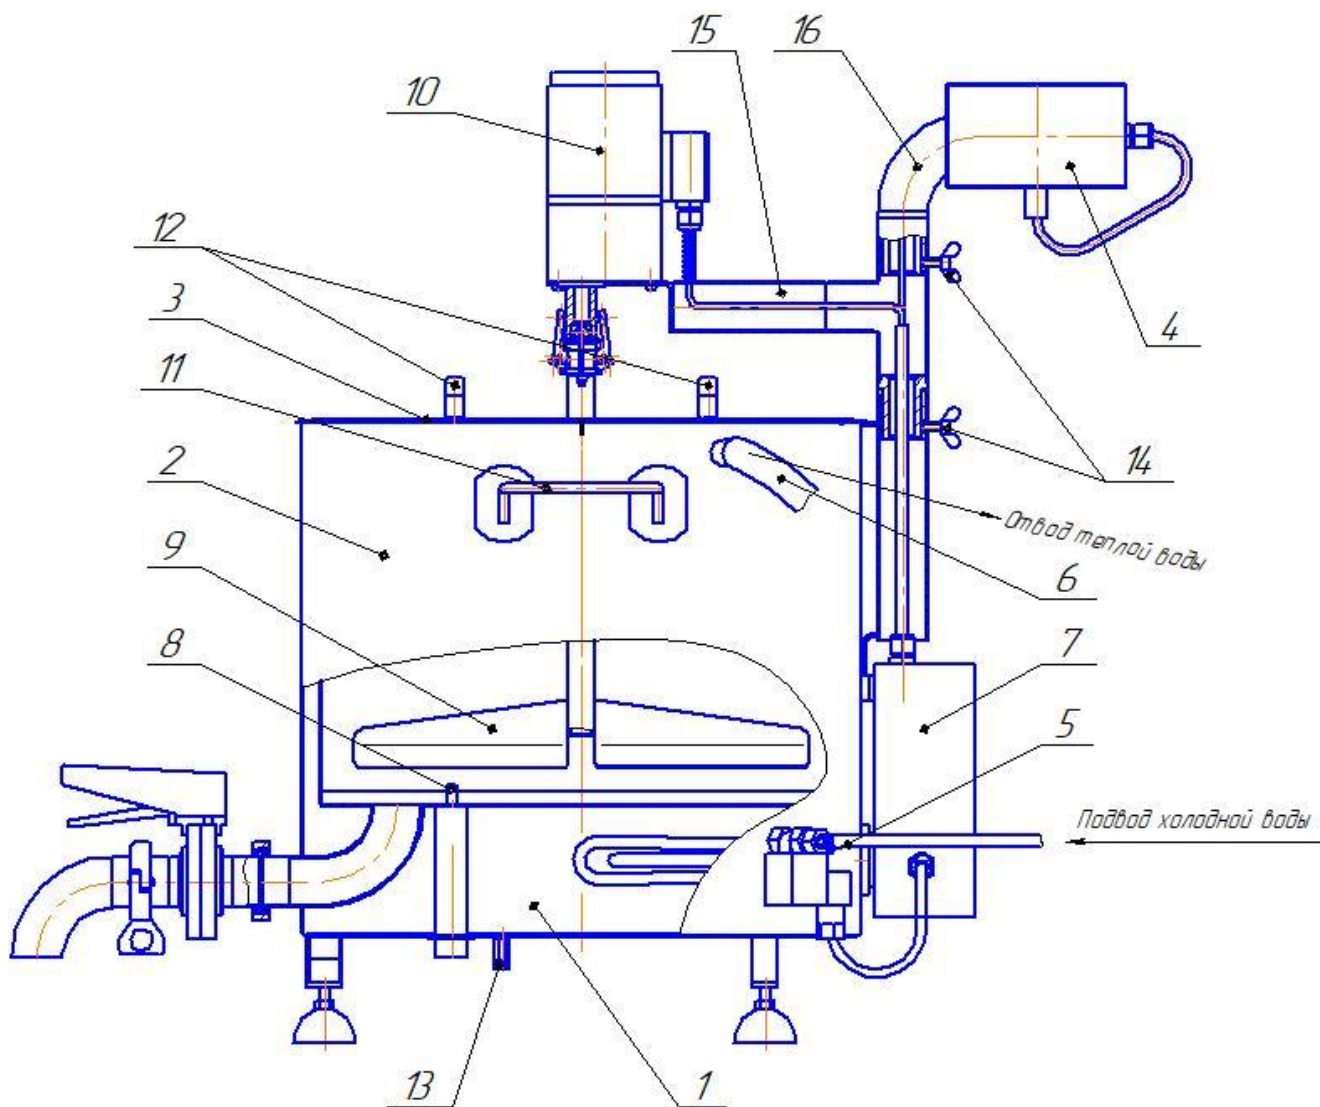
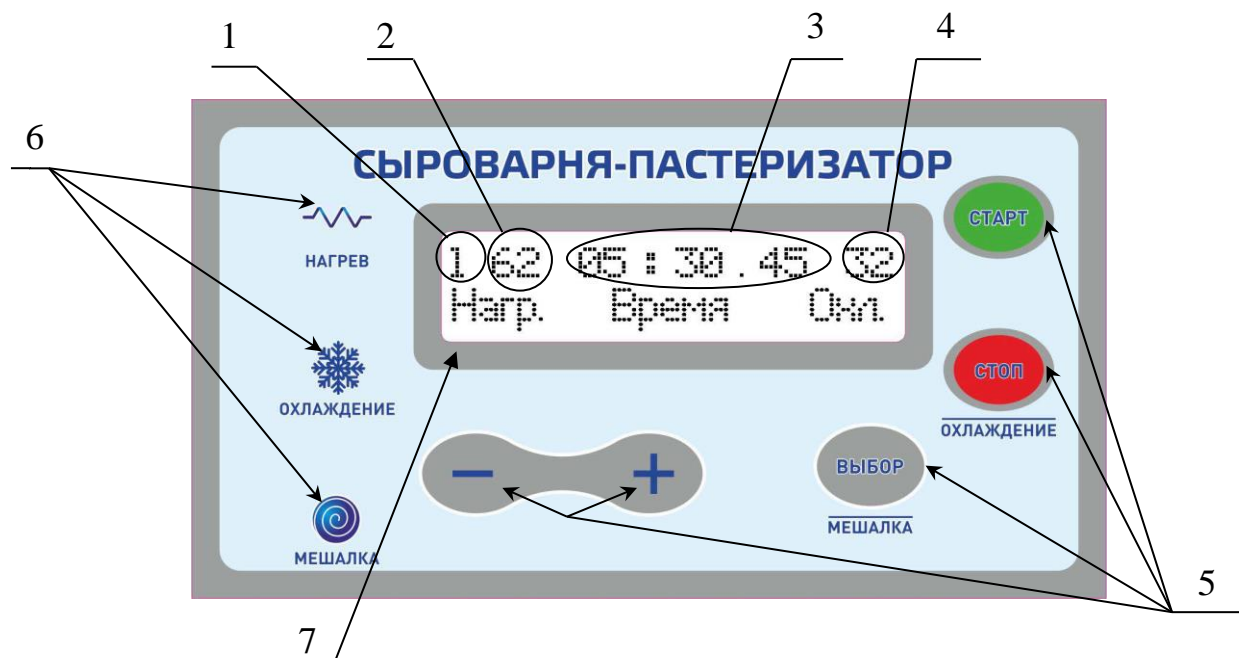

Рис. 1. Сыроварня-пастеризатор
Рис. 2. Лицевая панель ЭБУ
5.1 ЭБУ (рис. 2) предназначен для автоматизации процесса приготовления продуктов в сыроварне-пастеризаторе.
5.3 Кнопки управления (поз.5 рис.2):
5.4 Органы индикации единичные индикаторы поз. 6 (рис. 2) и жидкокристаллический дисплей поз. 7 (рис. 2):
1) Вся информация отображается на жидкокристаллическом дисплее поз.7 (рис. 2).
2) Единичные индикаторы (поз.6 рис.2):
6.2 Установить сыроварню-пастеризатор на устойчивую ровную горизонтальную опору (рис.1).
6.3 Надеть конец шланга для подачи холодной воды на штуцер 5 (рис.1), второй конец шланга подключить к сети водоснабжения и закрепить шланг хомутами. Надеть сливной шланг на штуцер 6 (рис.1) и закрепить хомутом, **установить его таким образом, чтобы свободный конец сливного шланга был на 40 см ниже сливного штуцера, сливной шланг не должен содержать изгибов и витков. Запрещено перекрывать верхний сливной штуцер и сливной шланг!**
6.5 В зависимости от выбранной рецептуры залить необходимое количество молока во внутреннюю емкость 2 (рис.1), но не более чем 35л, при максимальном наполнении уровень молока должен быть на 3см ниже верхней кромки внутренней емкости. При необходимости использования в работе мешалки или лиры на вал мотора-редуктора 10 (рис. 1), закрепленного на крышке, устанавливается либо мешалка, либо лира.
6.6 Закрыть внутреннюю емкость 2 (рис.1) крышкой 3 (рис.1), состоящей из двух половинок.
6.8 **Перед тем как приступить к работе, необходимо заполнить водой внешнюю емкость 1 (рис. 1) (создав таким образом «водяную рубашку») до момента перелива воды через сливной шланг!** Для этого нужно нажать и удерживать кнопку «СТОП/ОХЛАЖДЕНИЕ» (5 рис. 2) пока не загорится индикатор «ОХЛАЖДЕНИЕ» 6 (рис. 2). Когда из сливного шланга польется вода кратковременно нажать кнопку «СТОП/ОХЛАЖДЕНИЕ», индикатор «ОХЛАЖДЕНИЕ» погаснет.
6.9 На дисплее ЭБУ поз. 7 (рис. 2) выводится меню задания режимов работы. **Меню содержит пять режимов, каждый режим состоит из задаваемых трех параметров: температуры нагрева, времени выдержки и температуры охлаждения.** При работе сыроварни-пастеризатора можно использовать как один режим, так и несколько (максимум 5 режимов), для приготовления нужного продукта.
– выбираем режим номер «1», для этого кнопкой «ВЫБОР» помещаем курсор в поз. 1 (рис. 2) и кнопками «—» и «+» устанавливаем значение «1» (изменяемое значение подсвечивается курсором);
– нажатием кнопки «ВЫБОР» переходим к выбору температуры нагрева поз. 2 рис. 2 (изменяемое значение подсвечивается курсором);
– кнопками «—» и «+» выставляем температуру нагрева поз.2 (рис. 2);
– нажатием кнопки «ВЫБОР» переходим к выбору времени выдержки поз. 3 (рис. 2) заданной температуры (переход между часами, минутами и секундами производится также, кнопкой «ВЫБОР», изменяемое значение подсвечивается курсором);
– нажатием кнопки «ВЫБОР» переходим к выбору температуры охлаждения поз. 4 (рис. 2);
– кнопками «—» или «+» выставляем температуру охлаждения поз. 4 (рис. 2) (изменяемое значение подсвечивается курсором).
6.10 Для запуска режима работы «1» переводим курсор в положение выбора номера режима поз. 1 рис. 2.
- засветится индикатор «НАГРЕВ» поз. 6 (рис. 2);
- по истечении времени выдержки, сыроварня-пастеризатор перейдет в режим охлаждения, откроется клапан подачи воды в водяную рубашку, засветится индикатор «ОХЛАЖДЕНИЕ» поз. 6 (рис. 2);
7.1 Для однократного нагрева без выдержки по времени и охлаждения необходимо: перевести курсор к выбору температуры нагрева поз. 2 рис. 2, кнопками «←» или «+» выставить требуемую температуру и не перемещая курсор нажать кнопку «СТАРТ» (3-4 сек). Прозвучит звуковой сигнал и начнется нагрев, по достижении установленной температуры прозвучит звуковой сигнал, нагрев прекратится. Регулировка скорости нагрева см. п. 6.14.
7.2 Для однократного охлаждения необходимо: перевести курсор к выбору температуры охлаждения поз. 4 рис. 2, кнопками «←» или «+» выставить требуемую температуру и не перемещая курсор нажать кнопку «СТАРТ» (3-4 сек). Прозвучит звуковой сигнал и начнется охлаждение, по достижении установленной температуры прозвучит звуковой сигнал, охлаждение прекратится.
7.3 Для выдержки заданное время без поддержания температуры (таймер): перевести курсор к выбору времени поз. 3 рис. 2, кнопками «←» или «+» выставить время и не перемещая курсор нажать кнопку «СТАРТ» (3-4 сек). Прозвучит звуковой сигнал и начнется обратный отсчет, по достижении нулевых значений прозвучит звуковой сигнал.